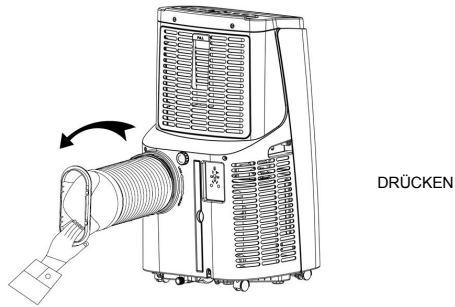

Abbildung 1
##### 1.1 Installieren Sie das Wärmerohr (wie in Abb. 1 dargestellt)
- 2) Stecken Sie die Wärmerohr-Baugruppe (das Ende der Abluftrohrverbindung) in den Lüftungsschlitz der Rückwand (nach links drücken) und vervollständigen Sie den Zusammenbau (wie in Abbildung 1 gezeigt).